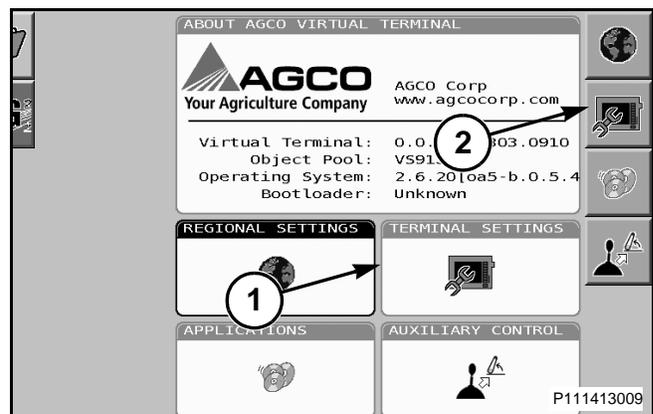

FIG. 65
FIG. 65: Para seleccionar fecha, hora e idioma desplácese hasta la casilla de fecha, hora e idioma (1) para resaltarla. Presione el botón de la rueda de selección para seleccionarlo o presione la tecla rígida situada junto al icono de fecha, hora e idioma (2).